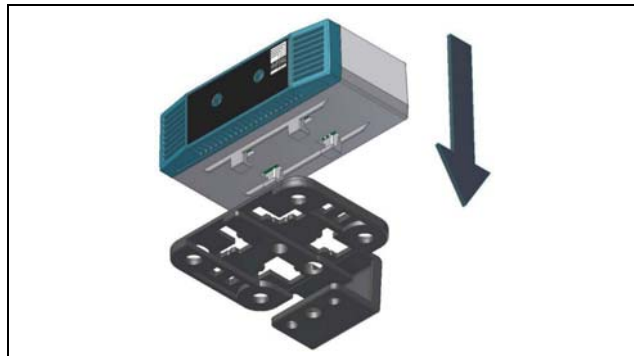
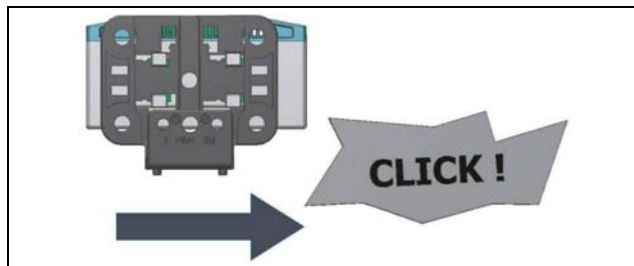

Рис. 4: Установка датчика на держатель
Рис. 5: Фиксация датчика на держателе
- Затем установите датчик утечки на держателе (рис. 4) и зафиксируйте его (рис. 5).